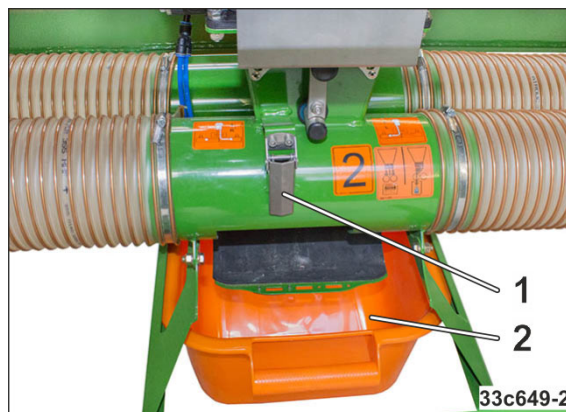

Bild 240
3. Lossa båda spännhakarna (Bild 240/1) och öppna luckorna på båda matarrören
- Utsädet faller ner i vridkaret (Bild 240/2).